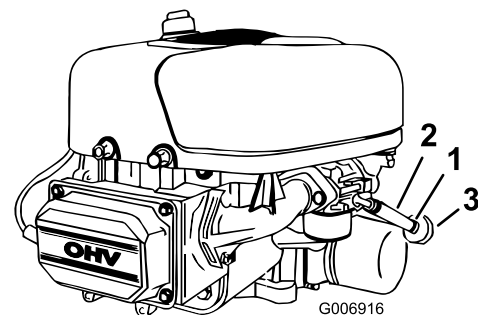

Bild 26
5. Öffnen Sie die Motorhaube und machen Sie den Kraftstofffilter ausfindig (Bild 26).
Kraftstoffleitung nach oben zum Kraftstofftank (Bild 26).
7. Ziehen Sie die Kraftstoffleitung vom Kraftstofffilter (Bild 26) ab. Lassen Sie das Benzin in einen Benzinkanister oder eine Auffangwanne ablaufen.
Tauschen Sie den Kraftstofffilter am besten aus, wenn der Tank leer ist (Bild 26). Bauen Sie nie einen verschmutzten Filter wieder ein, wenn Sie diesen aus der Kraftstoffleitung entfernt haben.
4. Drücken Sie die Enden der Schlauchklemmen zusammen und schieben diese weg vom Kraftstofffilter (Bild 26).